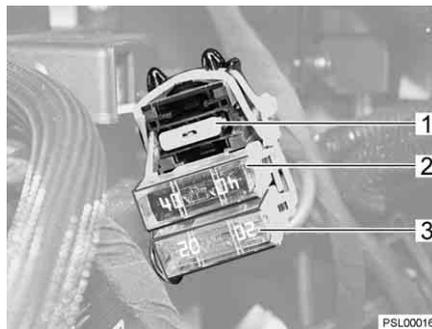

Fig. 33 Fusibili nella batteria di avviamento
- Tipo di fusibile (Fig. 33,1): fusibile piatto 2 A/grigio per dinamo D+
- Tipo di fusibile (Fig. 33,2): fusibile piatto Jumbo 40 A/arancione
- Tipo di fusibile (Fig. 33,3): fusibile piatto 20 A/giallo per frigorifero e cavo di caricamento